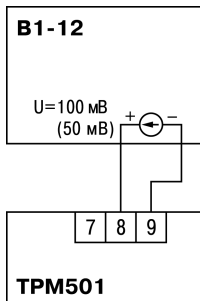

Рисунок 8.4 – Схема підключення
1. Підімкнути до входу (клеми 7 – 9, див. *рисунок 8.4*) пристрою замість датчика диференціальний вольтметр В1-12, увімкнений у режимі калібратора напруги.